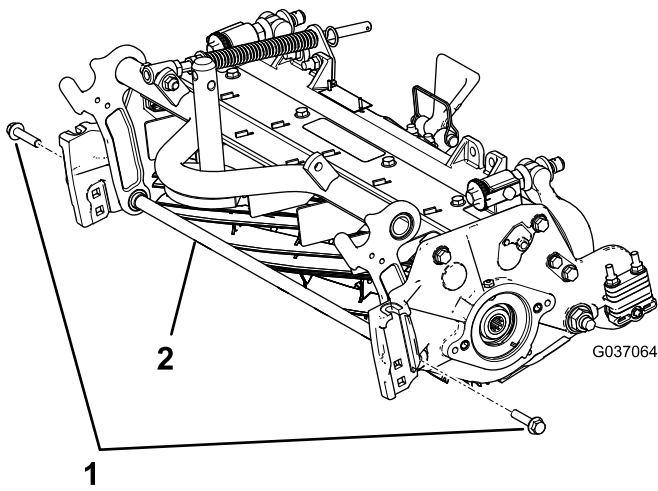

Bild 5
- A. Entfernen Sie die beiden Bundkopfschrauben, mit denen die Stützstange befestigt ist und entfernen Sie die Stützstange (Bild 5).